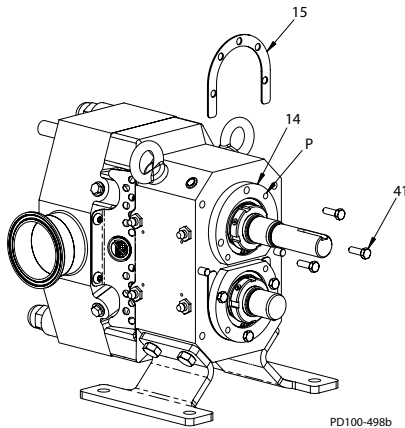

Figura 58 - Instale los espaciadores
3. Elija una combinación de espaciadores (Figura 58, renglón 15) a fin de lograr un espesor tan cercano como sea posible al valor calculado. Nunca supere el valor calculado.
4. Quite los tornillos de la carcasa del cojinete (Figura 58, renglón 41), instale los espaciadores seleccionados en el paso 3 y vuelva a instalar los tornillos. Mueva el eje hacia atrás a fin de hacer espacio para los espaciadores. Para ello puede golpear levemente el eje con un martillo de cabeza de goma o instalar dos tornillos en los agujeros de empuje (elemento P) en la brida (elemento 14) de la carcasa del cojinete.